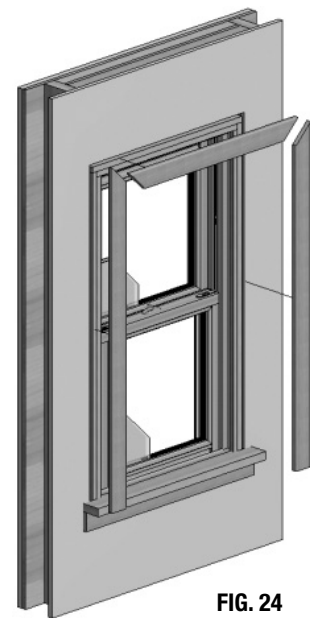

FIG. 24
- F) Reapply interior trim. (Fig. 24)